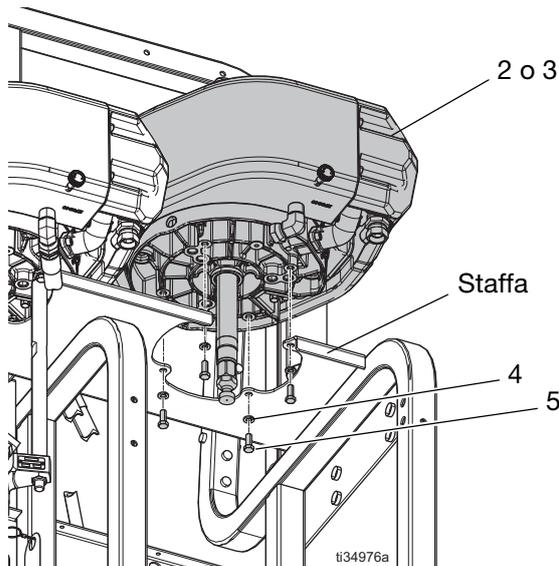

FIG. 7
- b. Togliere le viti di montaggio (5) e le rondelle (4) che fissano il motore pneumatico (2 o 3) alla staffa di montaggio. Vedere FIG. 7 a pagina 29.